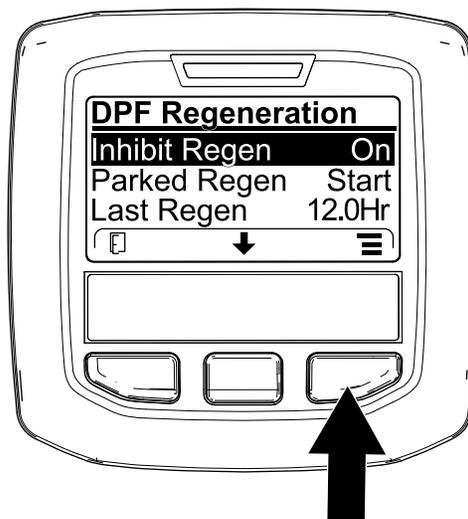
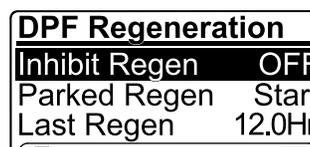

Рисунок 38
Рисунок 39
1. Перейдите в меню DPF Regeneration (Регенерация DPF), нажмите среднюю кнопку, чтобы перейти вниз к опции Inhibit Regen (ЗАПРЕТ РЕГЕНЕРАЦИИ), и нажмите правую кнопку, чтобы выбрать позицию Inhibit Regen (Запрет регенерации) (Рисунок 38).
2. Нажмите правую кнопку, чтобы изменить настройку запрета регенерации с On (Вкл.) на Off (Выкл.) (Рисунок 38) или с Off (Выкл.) на On (Вкл.) (Рисунок 39).